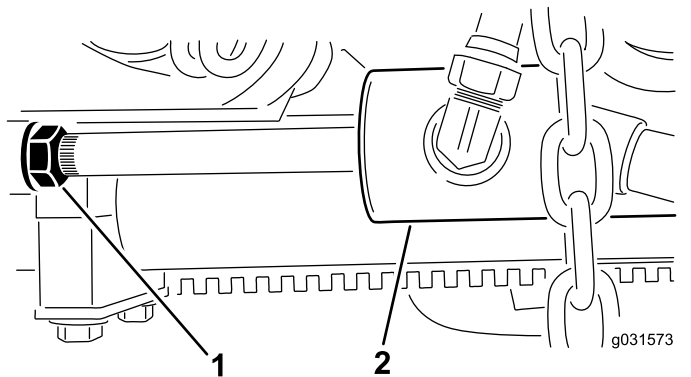

Bild 12
B. Drehen Sie die die Klemmmutter am Zylinder heraus (Bild 12).